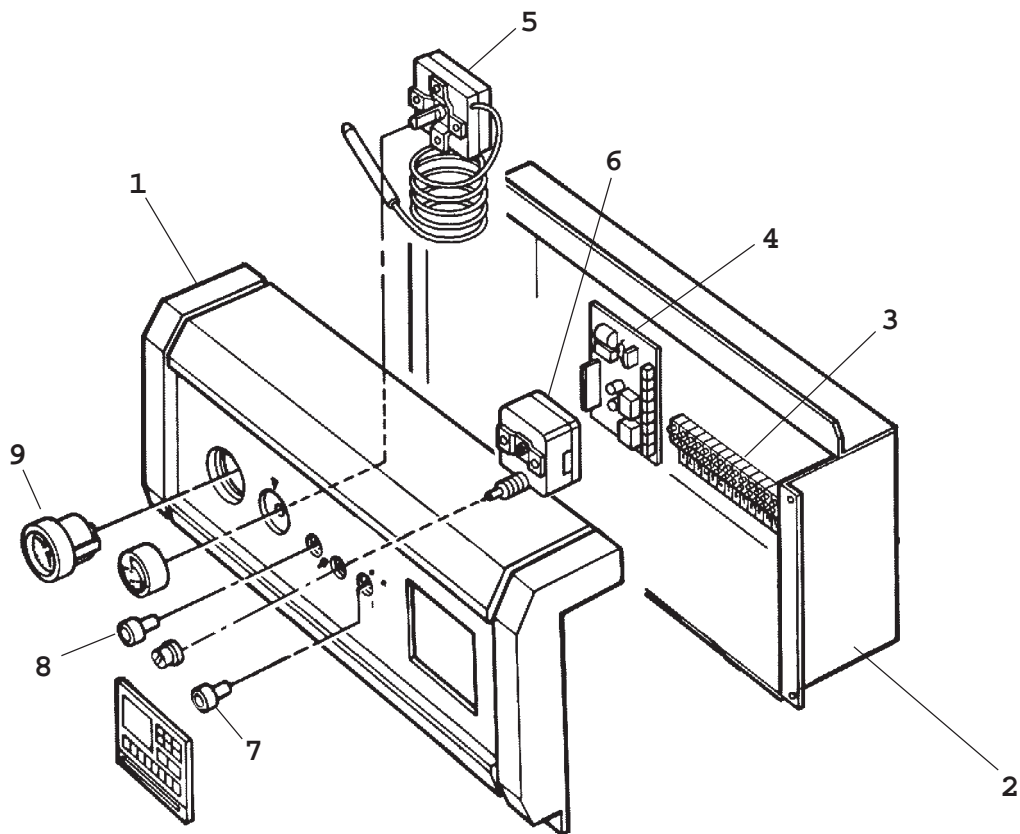

Рис. 5
**Внимание:** особо аккуратно обращайтесь с электронным блоком контроля пламени (часть. 4 рис. 5).
## 4.03 Схема приборной панели управления (рис. 5)